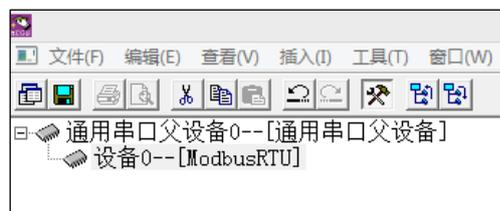

图 15.2-5 添加 ModbusRTU 驱动
- ① 首先在设备窗口中新建如图 15.2-5 所示的驱动: